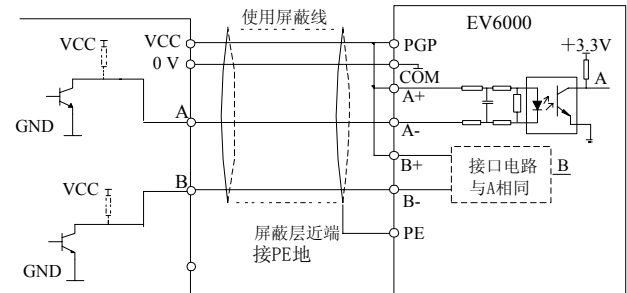

图4-27 集电极开路信号 PG 接线示意图
1. PG 输出信号为集电极开路信号，与接口板端子的连接如图 4-27 所示：（图中虚线部分为电压型输出编码器）